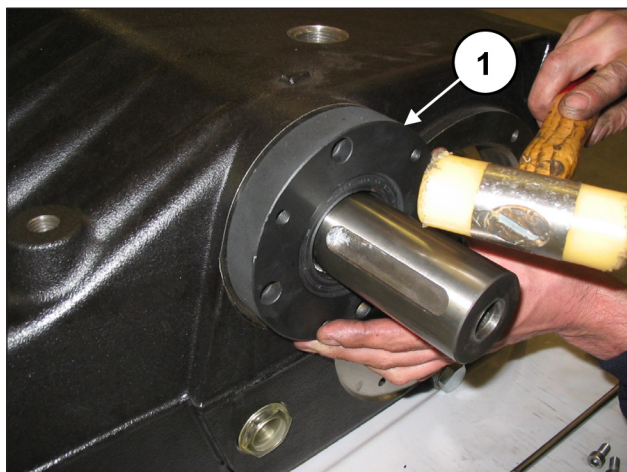
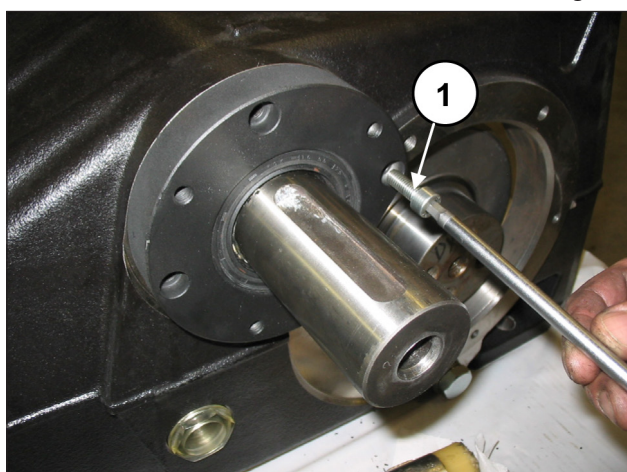

Fig. 68
Fig. 69
Instale uma primeira tampa do mancal da tomada de força (direita ou esquerda) completa com junta de óleo na carcaça da bomba usando a ferramenta com cód. 27539500 (pos. ①, Fig. 68) e fixe-a com 4 parafusos M8x30 (pos. ①, Fig. 69).
Monte a cobertura do rolamento PTO que falta no cárter da bomba (pos. ①, Fig. 68) e fixe-a com 4 parafusos M8x30 (pos. ①, Fig. 69).